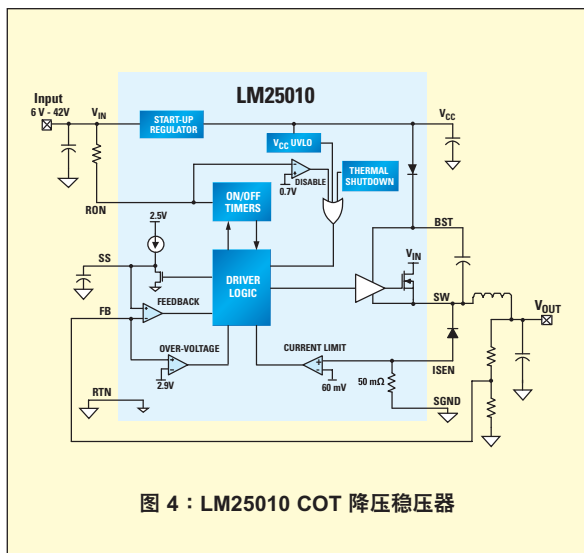

图 4：LM25010 COT 降压稳压器
图 4 给出了 LM25010 的框图。LM25010 是能够解决上述问题的恒定导通时间降压稳压器家族中的新成员。控制导通时间的单稳态触发器由未经稳压的输入电压和控制器之间的电阻 R_{ON} 设置。因此，单稳态触发器的周期 (T_{ON}) 与输入电压的变化相反。通过简化的方程，可以得到降压稳压器的占空比 (D)，其中 F_s 表示开关频率：
图 4 中的 LM25010 通过一个简单却有效的办法解决了限流难题。高速二极管的电流通过芯片中的检测电阻，由电阻检测并由比较器监控。如果高速二极管中的电流超过电流限额阈值，限流比较器将关断降压开关直至二极管电流回复到可接受的水平。关断时间将自动增加直至降压电感电流降低到所需的波谷电流。因此，在过载情况下，输出电流和开关频率都不会偏离正常值太远。